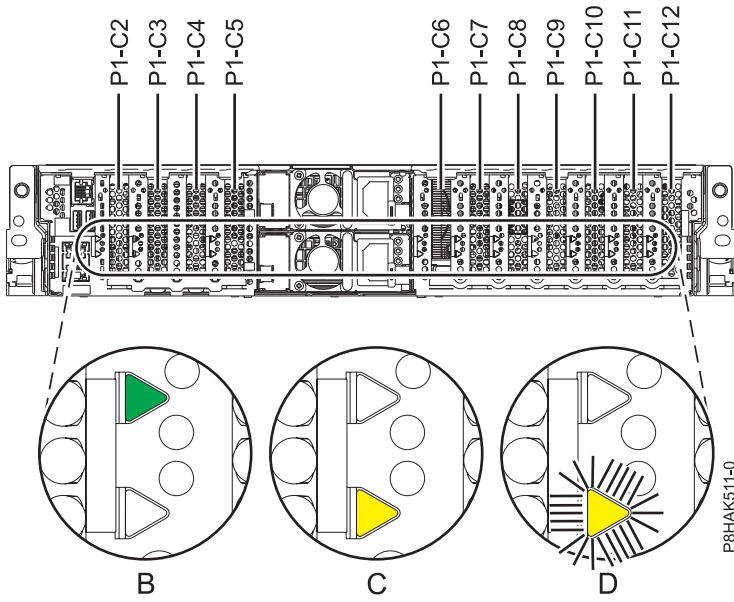

Figure 13. Emplacements des cartes PCIe et emplacements des voyants sur le système 5148-21L, 5148-22L, 8247-21L, 8247-22L, 8284-21A ou 8284-22A
1. Familiarisez-vous avec les emplacements de carte PCIe et les voyants d'activité pour la carte PCIe sur laquelle vous souhaitez exécuter des tâches de maintenance. Les cartes PCIe sont installées à l'arrière du système. La figure 13, à la page 24 illustre les emplacements des cartes PCIe sur un système 5148-21L, 5148-22L, 8247-21L, 8247-22L, 8284-21A ou 8284-22A et les emplacements des voyants pour la carte PCIe.